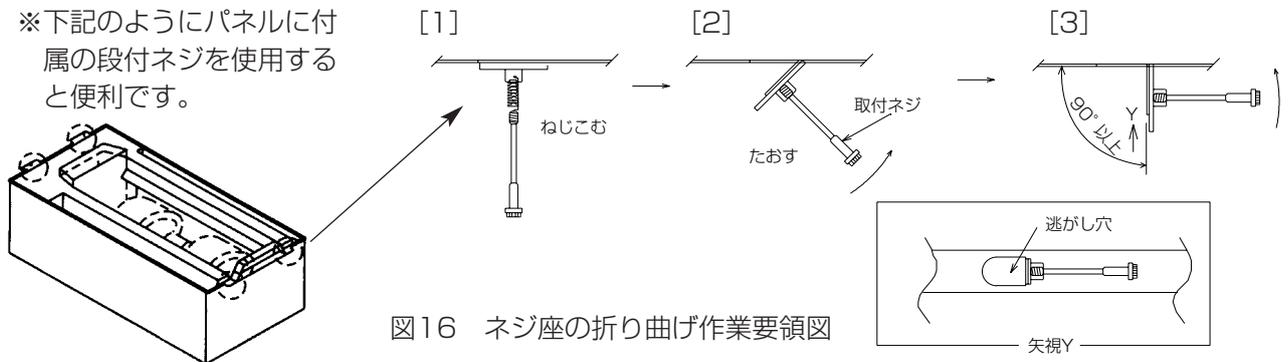

図16 ネジ座の折り曲げ作業要領図
- ①本体4カ所のパネル取付けネジ座を図16の通りに折曲げて、パネル取付け用段付ネジの逃がし穴を設けてください。(別売品のパネルに付属の段付ネジを使用するときの例を示します。)
- ②段付ネジがない場合は、マイナスドライバーやラジオペンチなどで同様に逃がし穴をあけてください。